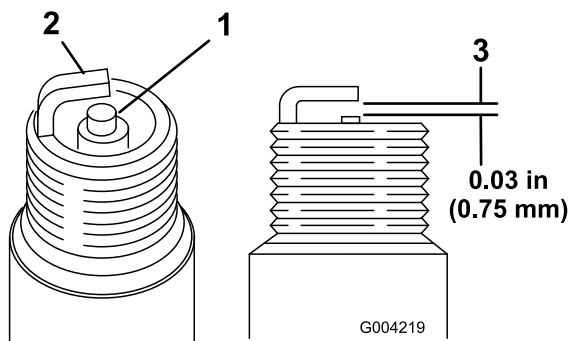

図 51
1. 中央の電極部を観察する 図 51。絶縁体部がうす茶色や灰色なら適正、碍子が黒くなっているのは不完全燃焼であるエアクリーナの汚れが原因であることが多い。
2. プラグの電極間のエアギャップ 図 51 を点検し、
3. 適正值から外れていれば外側の電極 図 51 を曲げて調整する。